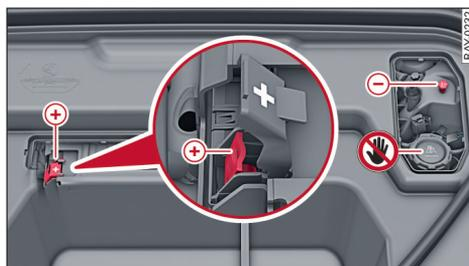

图 123 前舱：充电装置或辅助启动电缆的接口
- ▶ 掀开正极上的盖板  $\Rightarrow$  图 123。